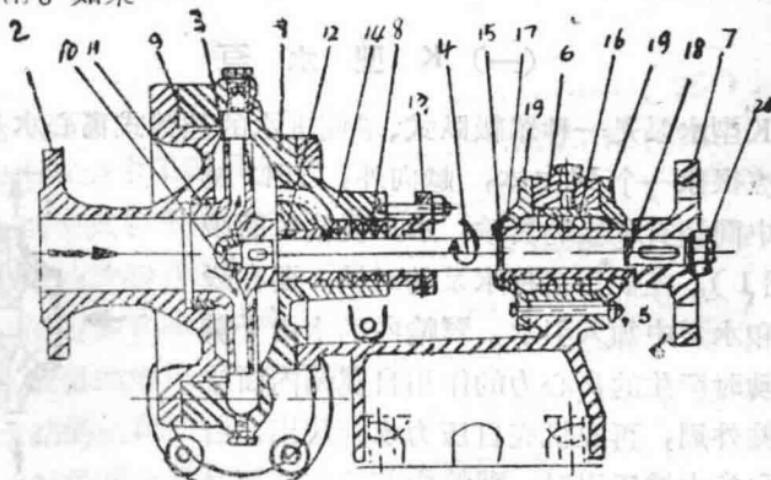

图3 甲式“K”型水泵剖面图
**甲式K型水泵**(图3)：这种水泵在托架上的一头是用滾珠軸承支承的，而另一头是用兼作填料环的軸承套支承的。